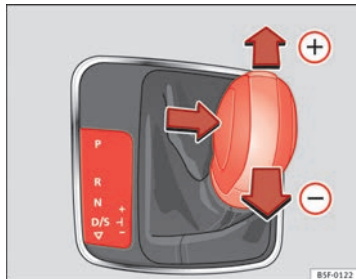

Abb. 95 Mittelkonsole:
- Um einen Gang hochzuschalten, tippen Sie den Wählhebel nach vorn (+) ⇒ Abb. 95.